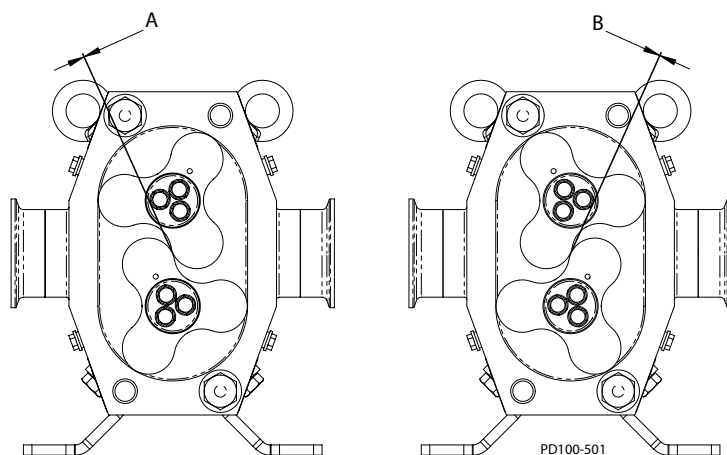

Рисунок 63 : Зазор ротора
- Проверьте зазор от ротора к ротору при размещении как показано в Рисунок 63.
- Размеры зазора «А» и «В», показанные в Рисунок 63 должны находиться в пределах диапазонов, указанных в Таблица 11 во всех положениях. При необходимости отрегулируйте положение редуктора на приводном валу.